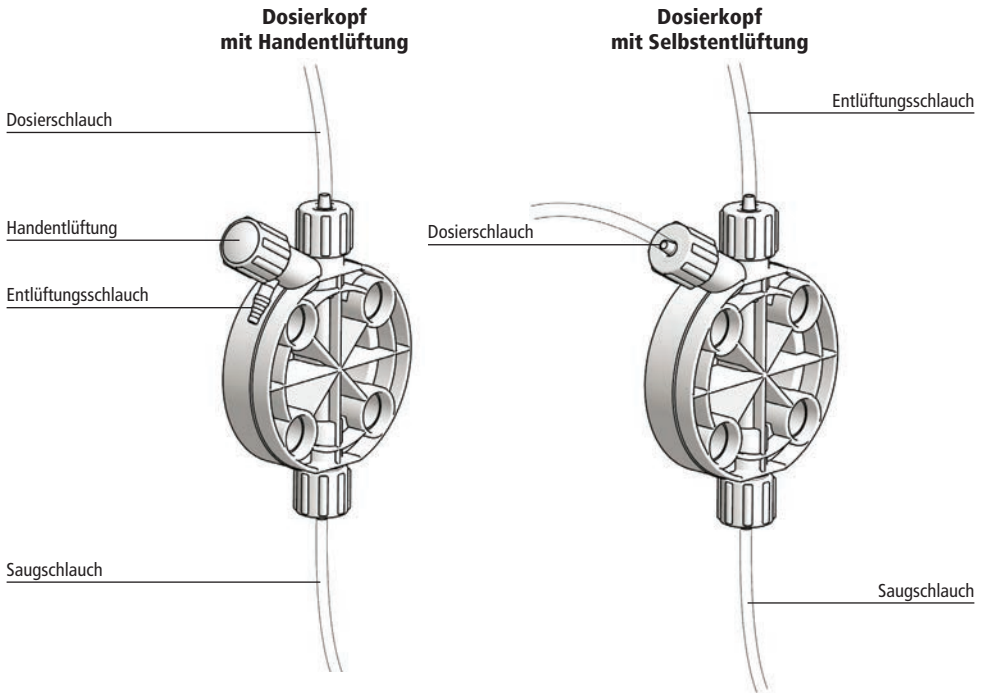

Abb. 3.8 Dosierköpfe
- Schließen Sie den Druck-/Dosierschlauch und den Entlüftungsschlauch - wie in Abbildung 3.8 dargestellt - an den Dosierkopf an. Achten Sie darauf, daß der Dosierschlauch knickfrei montiert ist und sich nirgendwo scheuern kann.